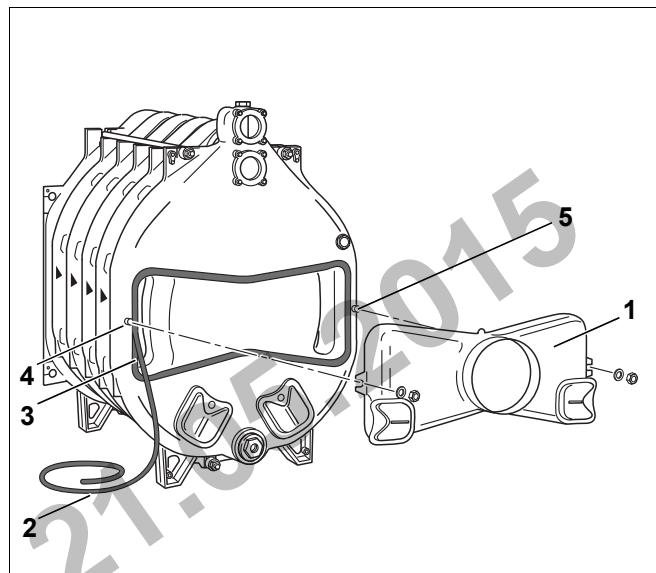

Рис. 24 Монтаж коллектора дымовых газов
Для уплотнения соединений между котлом и коллектором дымовых газов (рис. 24, [1]) применяется шнур KM (рис. 24, [2]).
- ▶ Плотно вдавите шнур KM в паз. Уплотнительный шнур нужно уложить так, чтобы стык шнура находился в боковом пазу (рис. 24, [3]).
- ▶ Установите коллектор дымовых газов на четыре шпильки на задней секции (рис. 24, [4] и [5]) и закрепите гайками с шайбами.